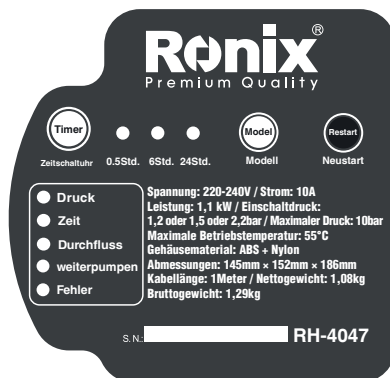

Abb. 2
- 6- Der Controller muss nach der Installation senkrecht zur Horizontalen ausgerichtet sein, und der Abstand zwischen der höchsten Position des Auslasses und der vertikalen Entfernung des Controller-Auslasses darf nicht mehr als X Meter betragen. (Die Detaildaten entnehmen Sie der Abb. 2).